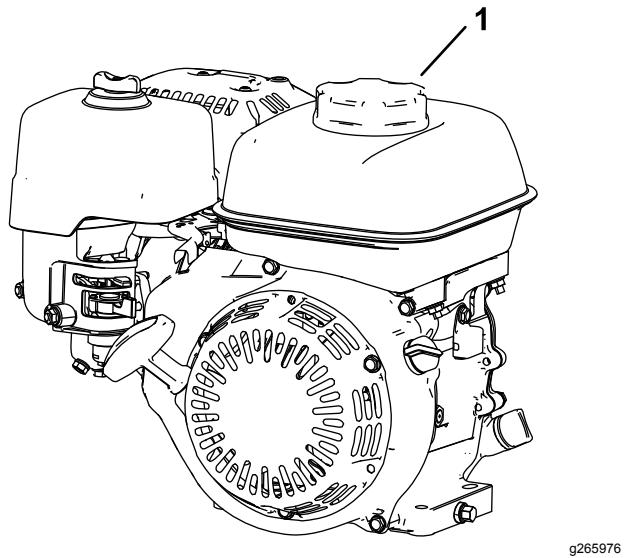

图17
1. 清理燃油箱盖附近的区域从油箱上取下盖子 图 17。向燃油箱加油至加油颈开口的底部。